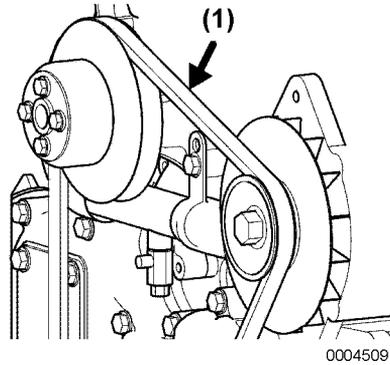

Abbildung 4
2. Riemen durch Durchdrücken des Riemen (**Abbildung 4, (1)**) in der Mitte mit dem Finger prüfen. Bei korrekter Spannung darf der Riemen 8 bis 10 mm durchgedrückt werden.